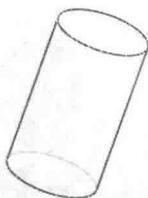

图 1-20
(9) 单击  按钮，完成拉伸特征的建立，结果如图 1-20 所示。